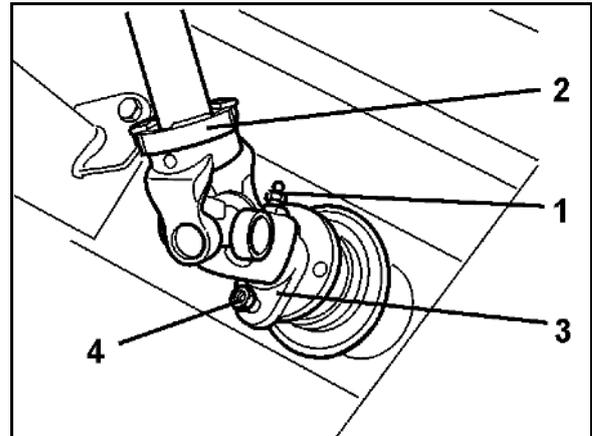

Fig. 95
2. En utilisant le levier de réglage (Fig. 95/1), ouvrez la trappe de dosage.
4. Pivotez le levier de réglage sur l'échelle graduée (Fig. 95/3) jusqu'en butée sur l'axe.
5. Bloquez le levier de réglage à l'aide de la poignée (Fig. 95/2).
6. Desserrez la vis six pans (Fig. 95/6). Alignez le repère (Fig. 95/5) sur la valeur 8 de l'échelle graduée et bloquez-le par une vis six pans. L'arête de lecture du repère est (Fig. 95/4).